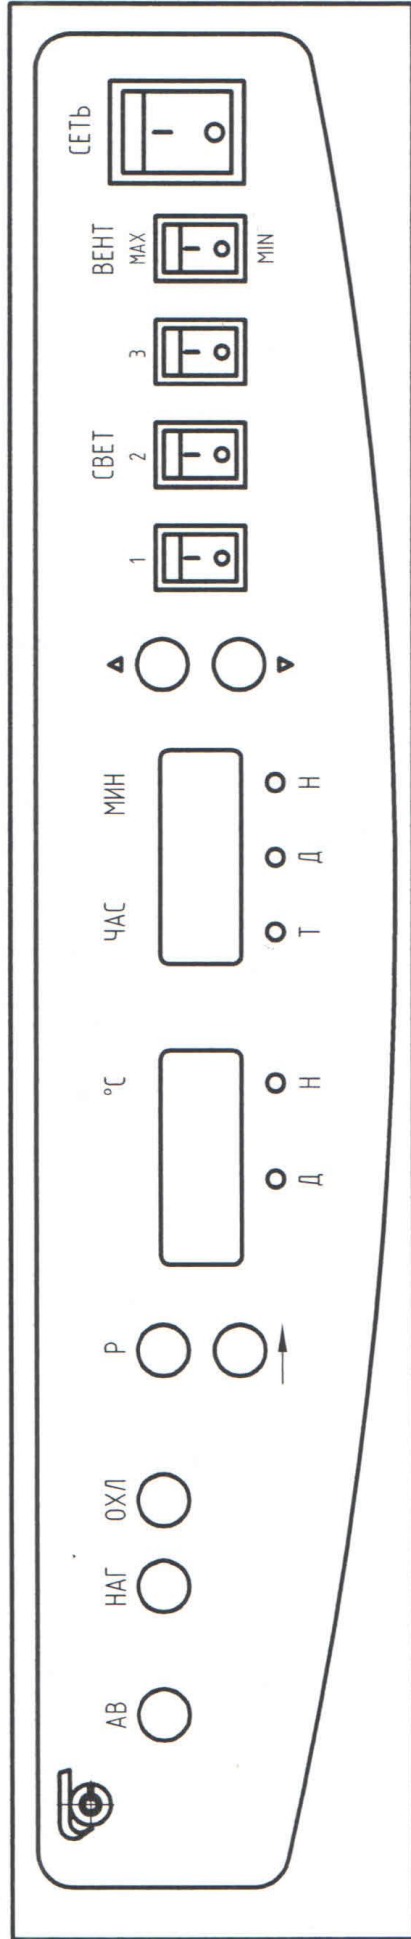

Рисунок 1 – Лицевая панель климатостата
8.3 Включить переключатель «СЕТЬ» на лицевой панели климатостата (рисунок 1), при этом включится вентилятор, на цифровом табло «°С» высветится значение текущей температуры в камере климатостата, а на цифровом табло «час-мин» время, которое было текущим в момент отключения климатостата от сети. Светодиодные индикаторы «Д», «Н», расположенные под цифровым табло «°С», горят, в соответствии с введенным временем перехода «день-ночь». Если температура в камере климатостата отличается от заданной температуры, загораются соответственно индикаторы «НАГ» (при включении нагревателей) или «ОХЛ» (при включении холодильного агрегата).